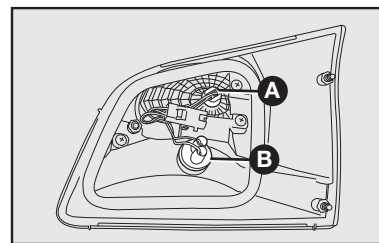

fig. 52
A-fig. 52: Luz de posição traseira.
B-fig. 52: Luz de marcha a ré.
2) Para substituir a lâmpada da luz de posição, puxar o porta-lâmpada **A-fig. 52** e puxar a lâmpada fixada a pressão. Em seguida, substituir a lâmpada e recolocar o porta-lâmpada.
3) Para substituir a lâmpada da luz de marcha a ré, girar no sentido anti-horário o porta-lâmpada **B-fig. 52** e puxar a lâmpada fixada a pressão. Em seguida, substituir a lâmpada e recolocar o porta-lâmpada, girando-o no sentido horário.